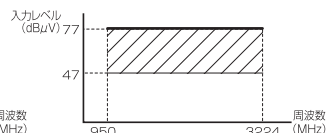

図2. 50波時入力レベル範囲
- ：50波時 47～77dB μ V(950MHz/3224MHz) (※図2) **CUF45MS** **C50MS**